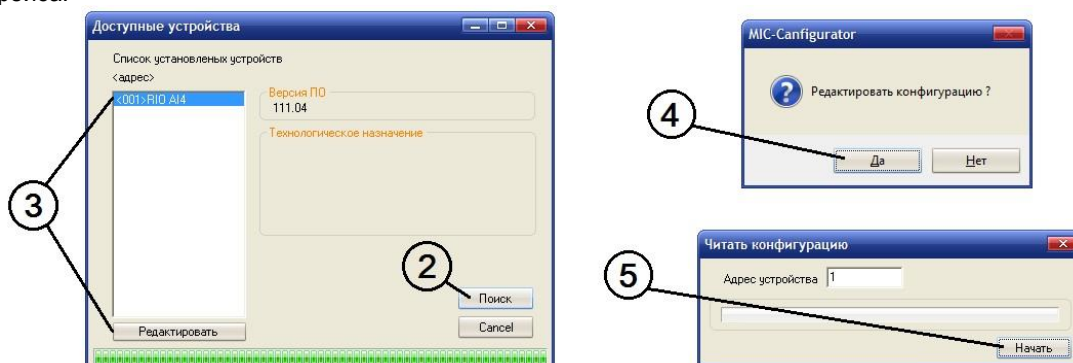

Рисунок 4.3 – Поиск доступных устройств и считывание параметров модуля
4.3.6.2 В окне редактирования параметров нажать кнопку "Блок сетевого обмена" (см. рис. 4.3).